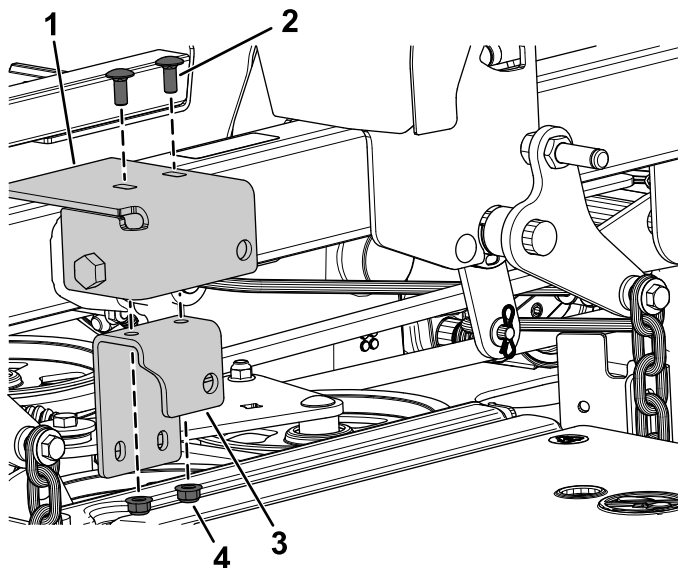

Figura 11
3. Instale sem apertar o o suporte do atuador interior ao suporte do atuador exterior utilizando dois parafusos de carroçaria (5/16 x ¾ pol.) e duas porcas de bloqueio (5/16 pol.) como se mostra na Figura 11.